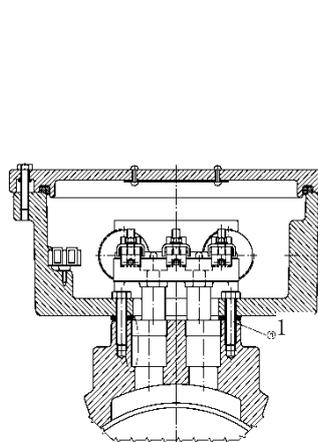
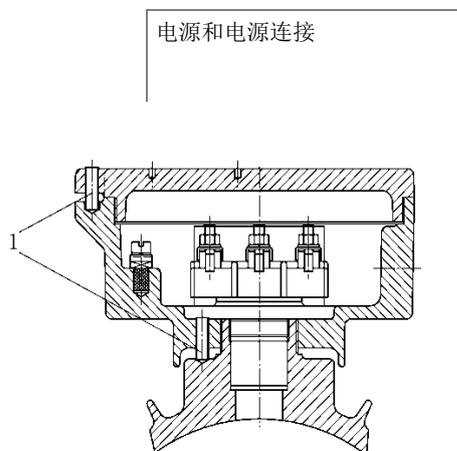

图 5: 带紧固螺栓的接线箱 ①
图 6: 带螺纹销钉的接线箱 ①
松开盖上螺钉，打开接线箱（图 5），或在带有螺纹销钉的结构形式中（图 6）通过回旋螺纹销钉，旋开螺纹盖，随后打开接线箱。电源连接后以相同方式封闭接线箱。
- 松开 4 颗紧固螺钉（→ 图 5）或
- 通过螺纹销钉松开防扭转装置（→ 图 6）。螺栓用厌氧密封胶紧固。这可通过锤击螺钉头松开。
按照图 6 固定的接线箱从螺纹止档最多可回转一圈。